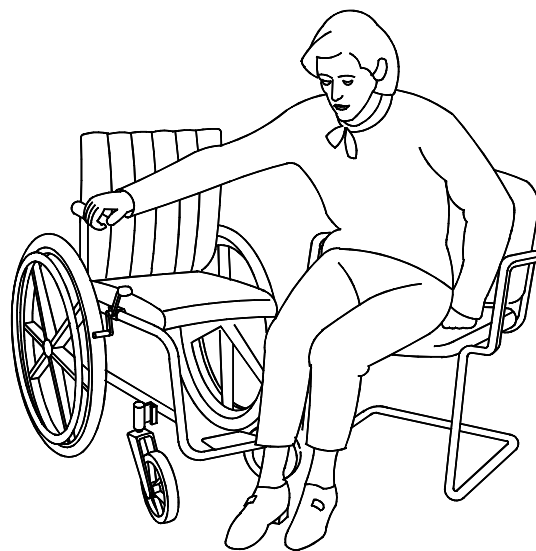

Fig. 7
3. Dans la mesure du possible, placer votre fauteuil comme indiqué Fig. 7 et 8.